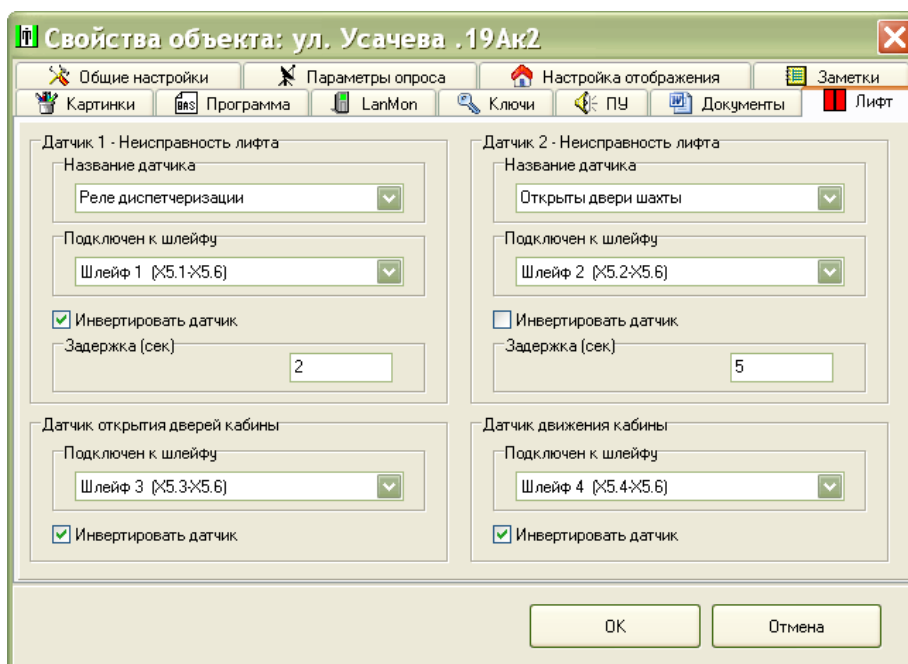

Рисунок 12
11) Если к охранным шлейфам блоков БДК-4М2, БДК-3М2, БДК-2М подключены «сухие контакты» датчиков ШУ лифта, то на вкладке «Лифт» для каждого типа датчика лифта указать номер шлейфа блока, ввести время задержки срабатывания датчика, признака инвертирования при подключении датчика с нормально разомкнутыми контактами (рисунок 12).